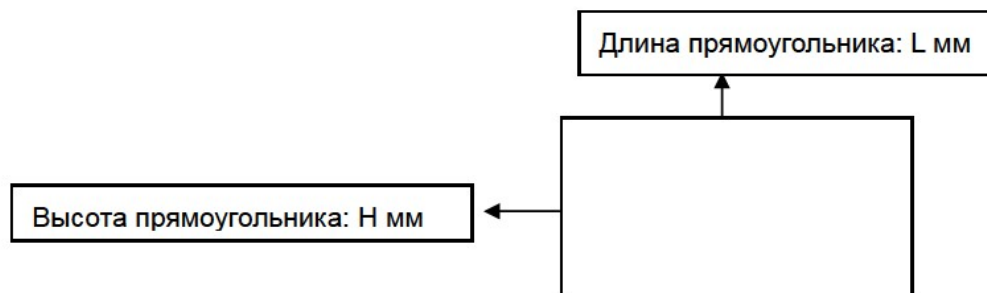

Рис.1-53 Прямоугольник, нарисованный в CorelDraw или AutoCAD
1. Нарисуйте прямоугольник с точными размерами $L * H$ (L - длина, H - высота) в CoreDraw (соответствующий CorelDraw_Laser) или в AutoCAD (соответствующий AutoCAD_Laser). Прямоугольник показан на рис.1-53: